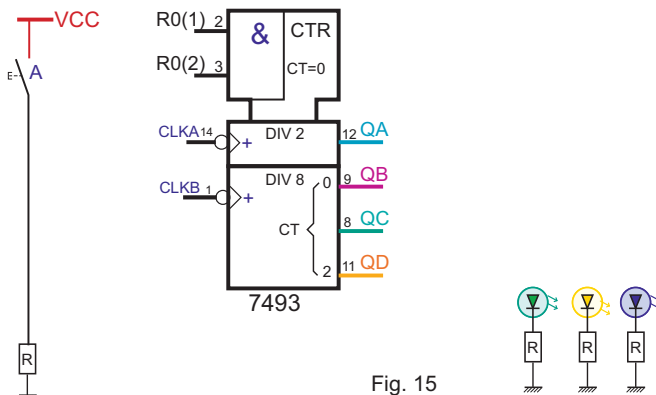

Fig. 15
3 Peut-on câbler le circuit intégré (figure 15) afin de réaliser un compteur modulo 8 tout en gardant inactives les entrées R0(1) et R0(2)? Si oui, compléter le schéma du circuit sur la figure 15. Tester le fonctionnement.